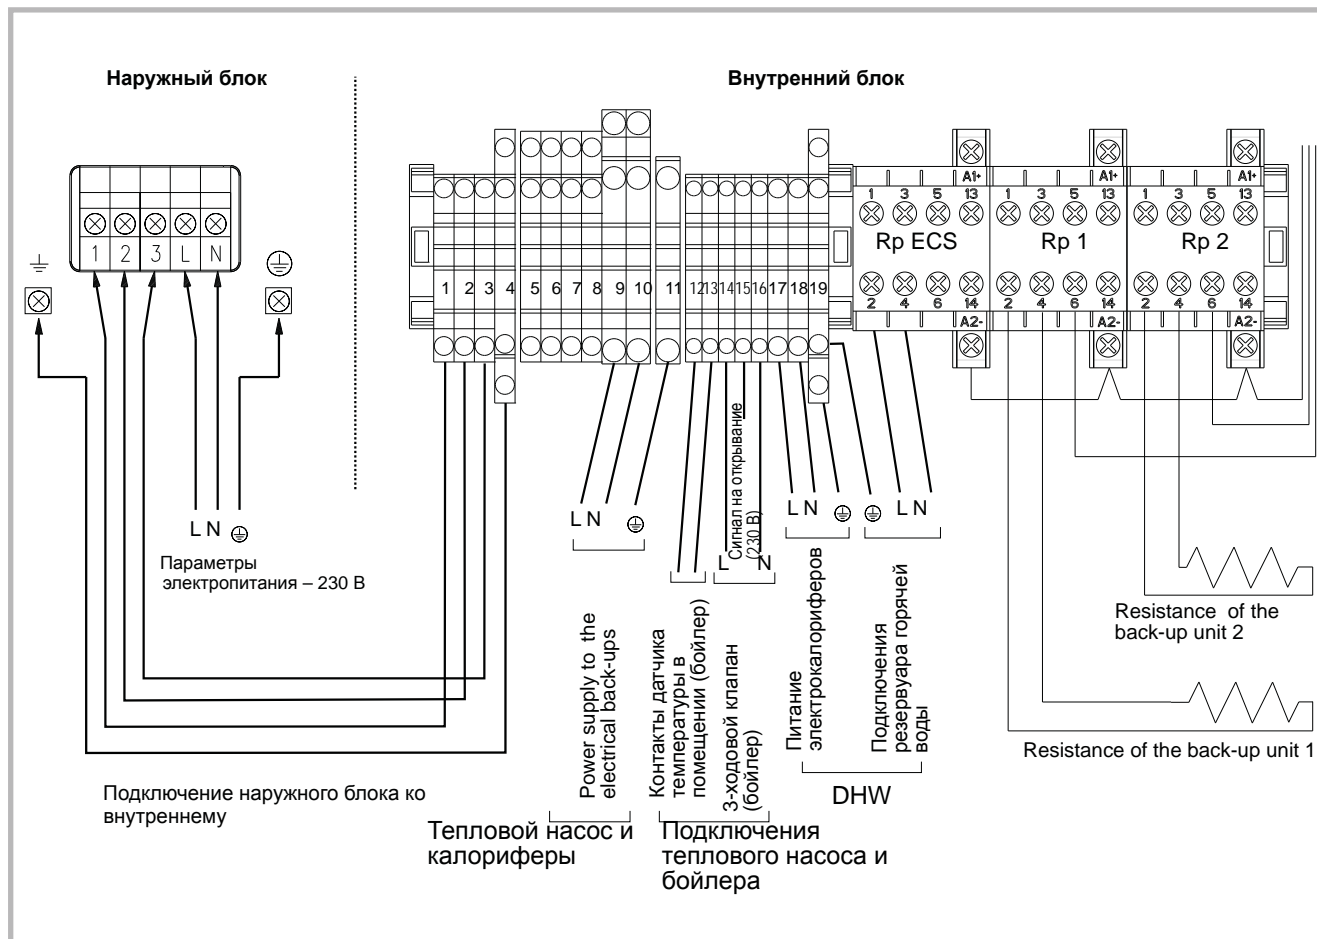

Рис. 37 - подключение к клеммным колодкам и силовым реле
- Подключите систему в соответствии с рис. 37. Запрещается параллельно проводить кабели датчиков и питания: это может привести к помехам в работе системы.